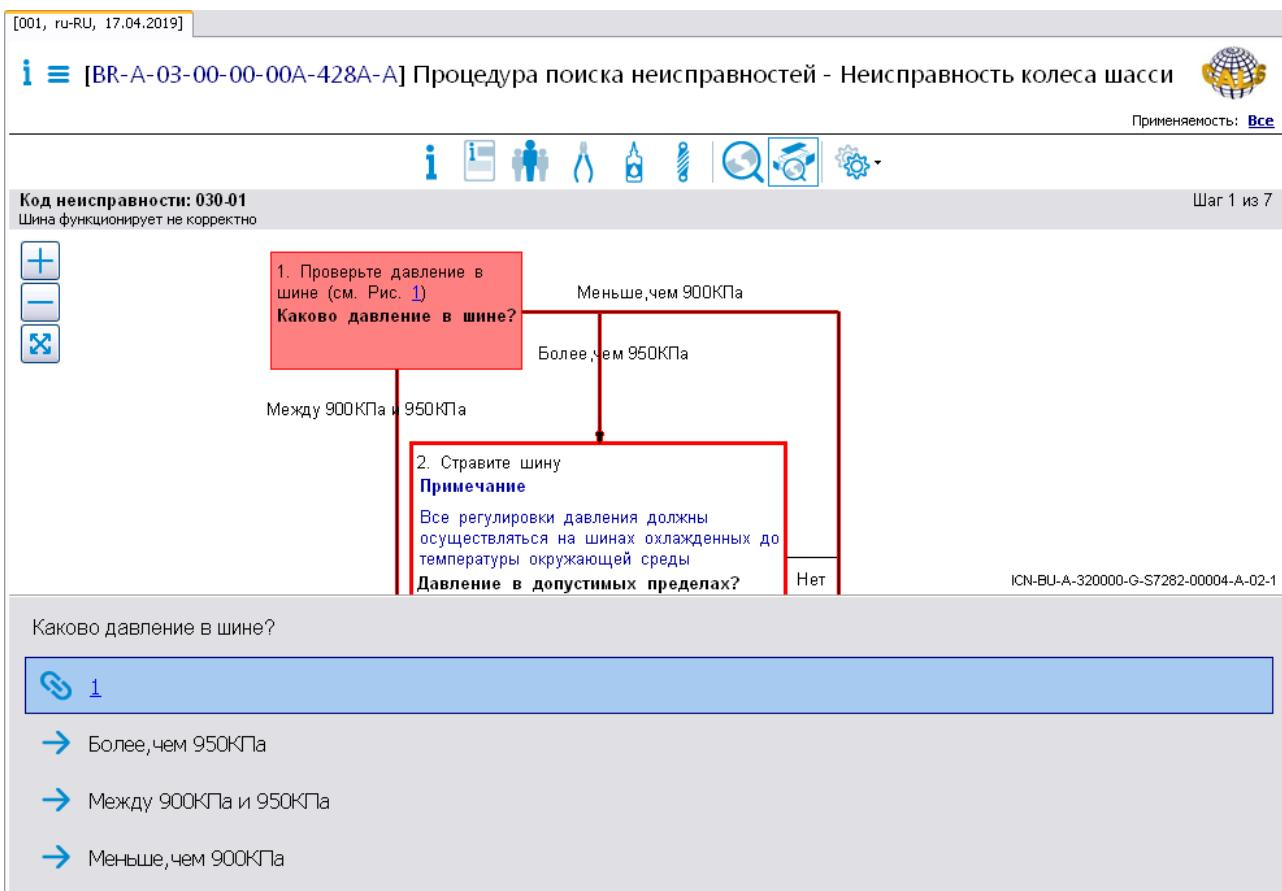

Рис. 155
3. Для перехода к просмотру содержимого модуля данных подтвердите прочтение предупреждений нажатием на кнопку **OK**. После этого в правом окне появится содержимое модуля данных, соответствующее интерактивному режиму просмотра (Рис. 155).